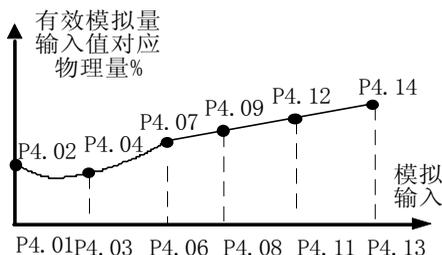

图 5-4-2 模拟输入非线性曲线
- ◆ 当 P4.00 设置为 1、2 或 3 时，P4.01~P4.04, P4.06~P4.09, P4.11~P4.14 用法与上述说明 1 不同。用户可以通过设定这些值，自己定义非线性曲线。可设定运行曲线的六个点。如图 5-4-2 所示，P4.01、P4.03、P4.06、P4.08、P4.11、P4.13 的值应顺序增加。